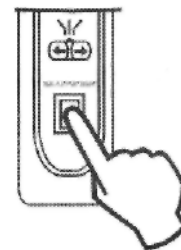

Рис.11.3.
3. Подача электропитания на блок управления. (Рис. 11.3.) 3.1. Включить выключатель на блоке управления.